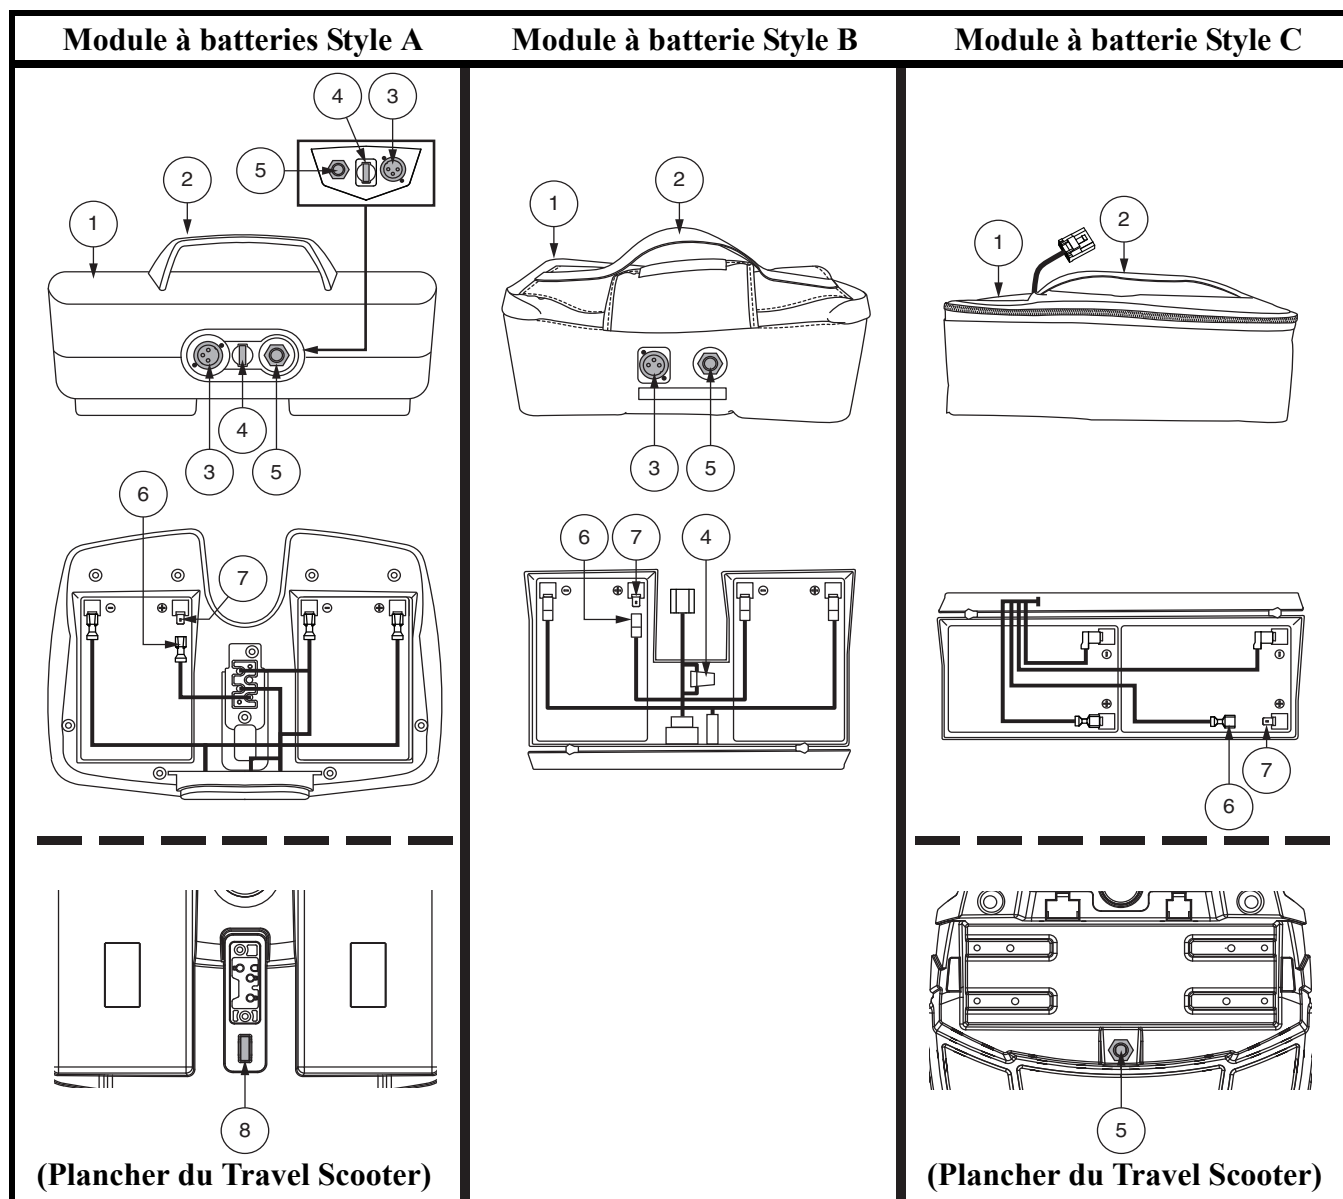

Figure 6. Module à batteries
Voir la figure 6.
Votre Travel Scooter est équipé d'un module à batterie innovateur facilement enlevable. Une poignée située sur le dessus facilite l'enlèvement du Travel Scooter d'une seule main. Le module contient deux batteries, et peut contenir le réceptacle du cordon du chargeur, le disjoncteur du circuit principal (bouton d'enclenchement) et le fusible du module. Voir la figure 6.
Le fusible situé sous le boîtier à batteries protège les composantes électroniques de la console. Voir la figure 6. Si la console cesse de fonctionner, vérifiez ce fusible. Voir VII. “Problèmes et solutions” pour les instructions de remplacement.
- Assurez-vous que le fusible du module à batteries est en bon état. **Voir la figure 6 ou 7.**